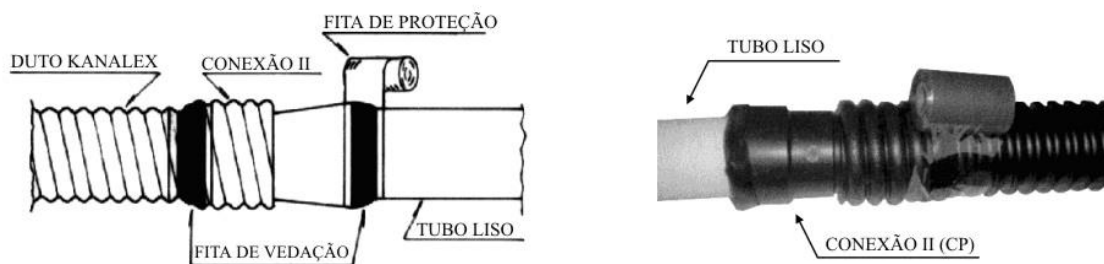

Figura 29
- c) Aplicar la cinta aislante y, a continuación, la cinta de protección (Figura 29).